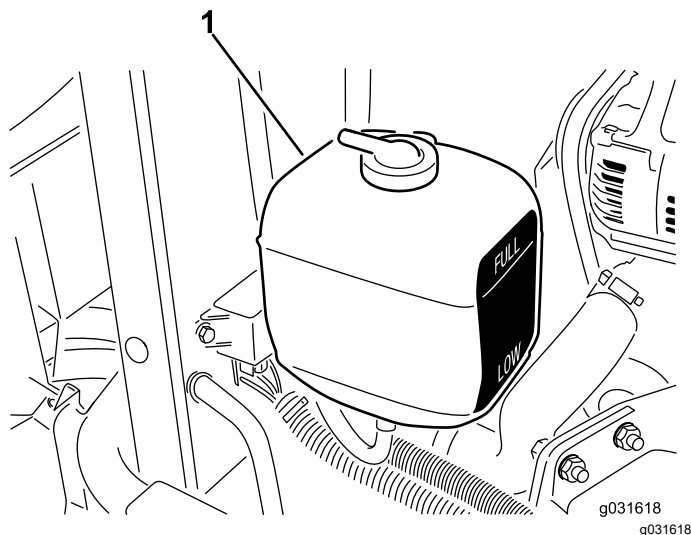

Figura 59
1. Verificai nivelul lichidului de răcire din rezervorul de expansiune (Figura 59).